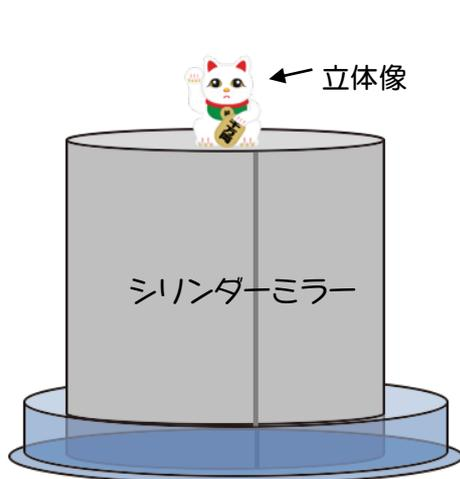

図12 ファントムシリンダー完成
3) 画用紙の上にシリンダーミラーをのせて、ななめ上からミラーの中をのぞいてみよう。人形が宙に浮き上がって見えるよ（図12）。